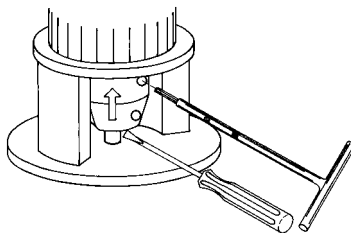

Fig. 17 Sådan spændes skruerne
6. Spænd skruerne parvis én side ad gangen til tilspændingsmomentet i nedenstående tabel. Se fig. 17.